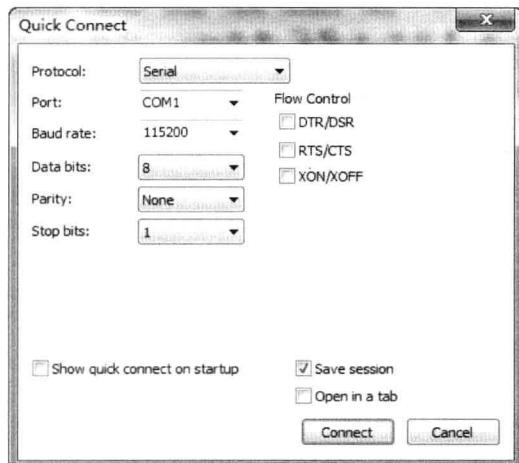

图2.39 SecureCRT串口配置
(1) 通过菜单File | Connect或File | Quick Connect命令均可进入配置界面，或者通过工具栏的Connect按钮和Quick Connect按钮进入配置界面。两者的配置界面不同，但是参数是一样的。这里举例Quick Connect配置界面，如图2.39所示。